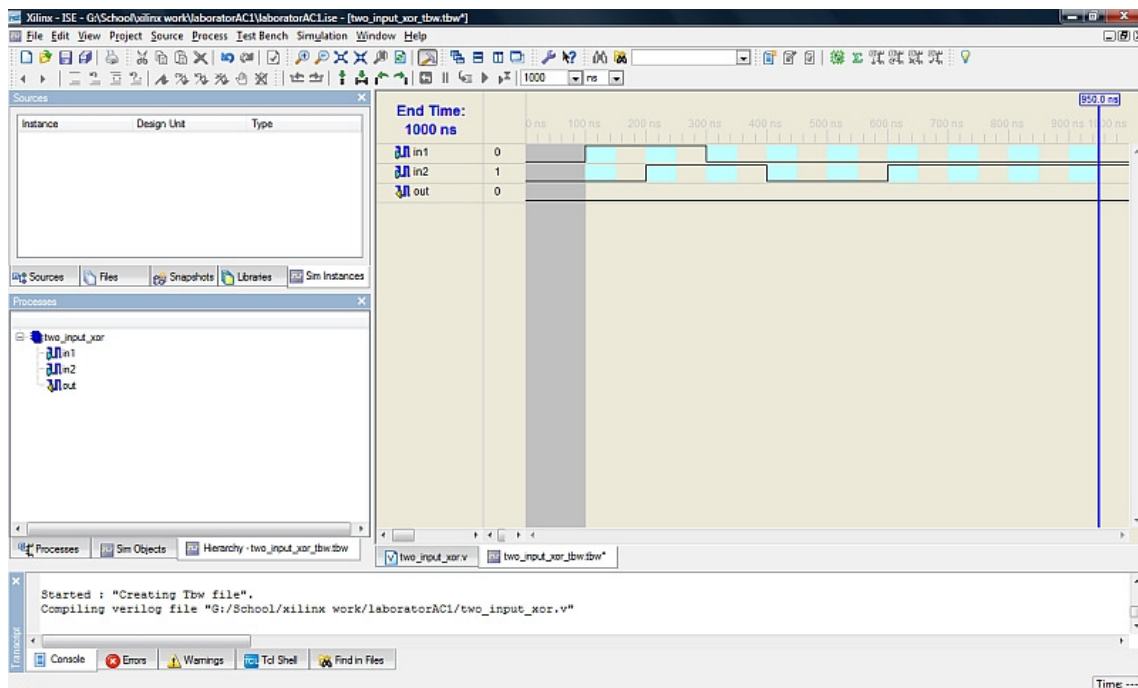

Figura 4.6
- Variabilele de intrare („in1” si „in2”) se seteaza manual ca in Figura 4.6.